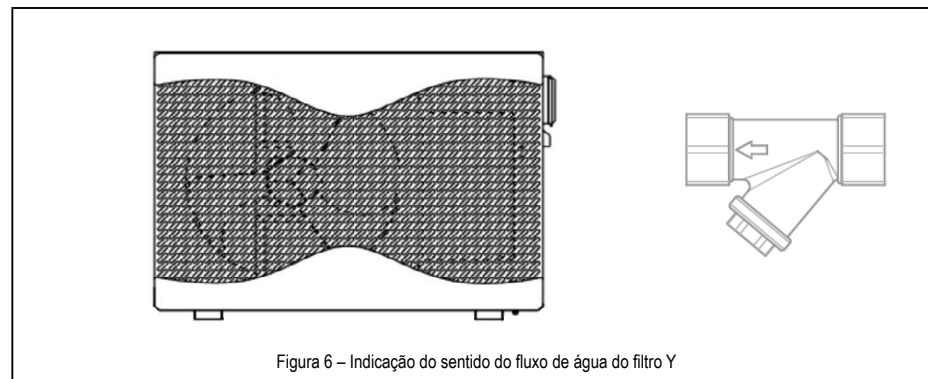

Figura 6 – Indicação do sentido do fluxo de água do filtro Y
- A utilização do filtro Y (não fornecido com o equipamento) é obrigatória, e deve ser instalado no tubo de entrada de água (retorno da piscina) com a funcionalidade de filtrar as impurezas, como areia e material particulado, que possam entrar no equipamento, restringindo o fluxo de água ou ocasionando o desgaste prematuro dos componentes internos. Na instalação atentar-se para não inverter sua posição, sempre verificar a flecha que indica o sentido de fluxo (Figura 6).